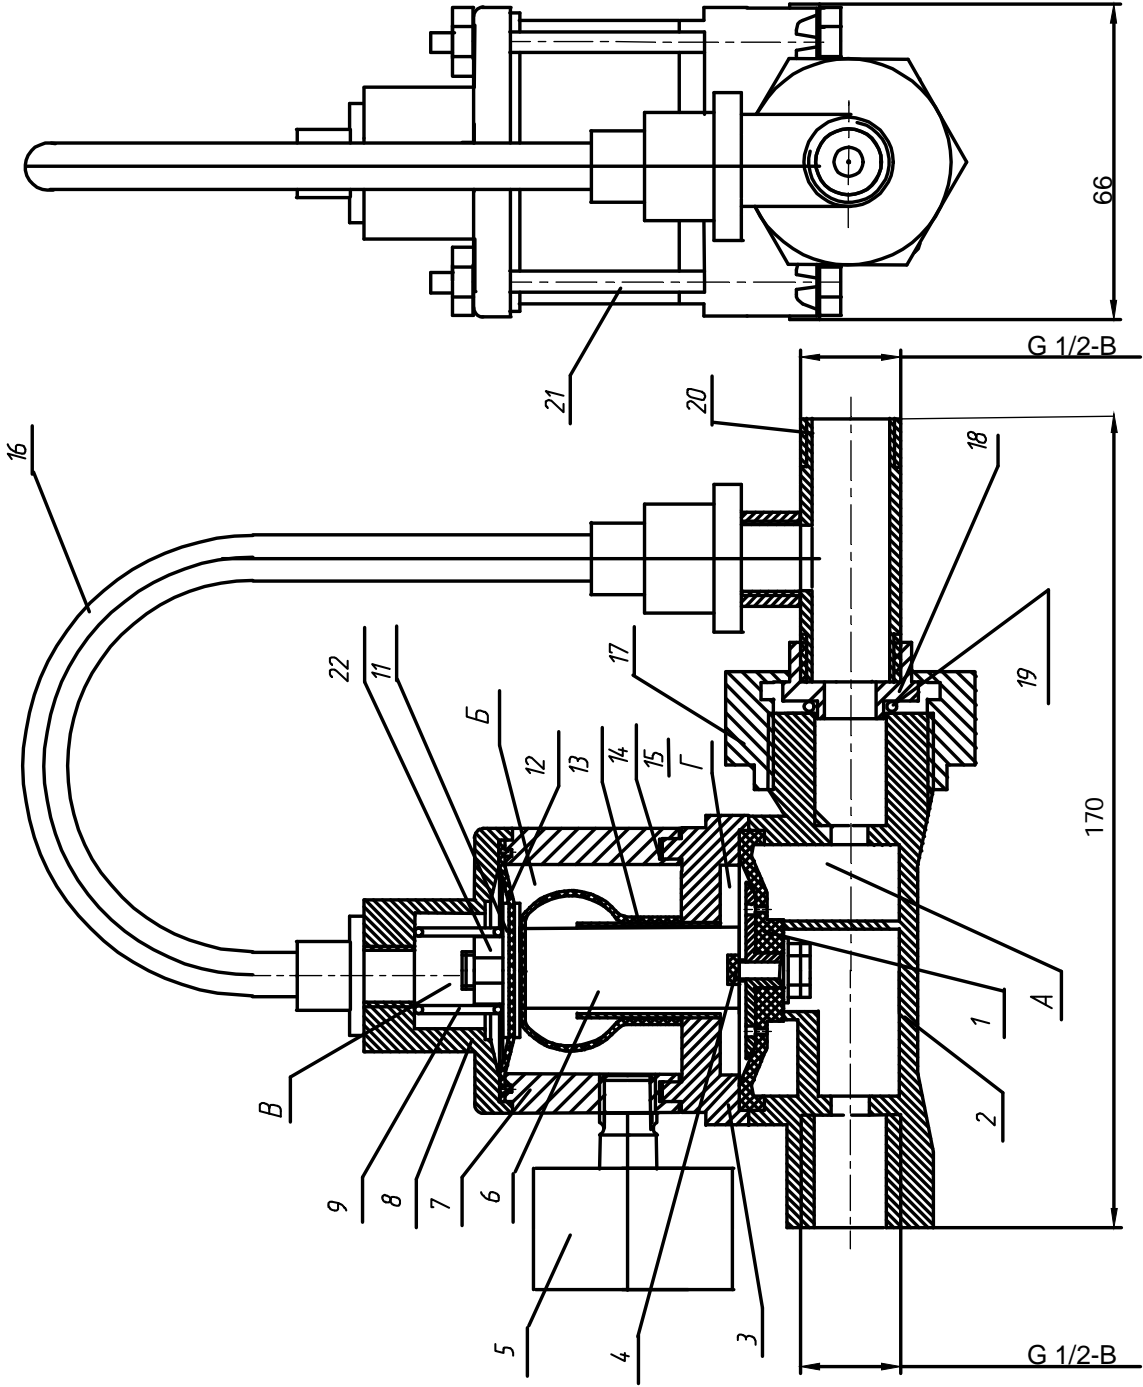

Рис.1
2.2 Габаритные и присоединительные размеры указаны на рис.1.